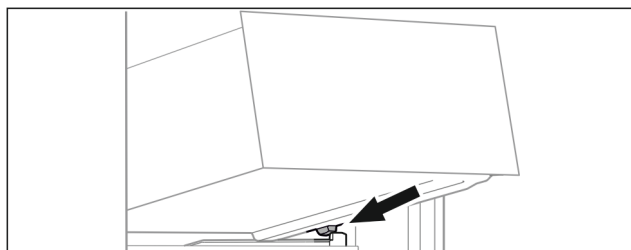

Fig. 57
► Поставете чекмеджето под ъгъл зад ограничителите върху реброто на съда. (виж Fig. 57)